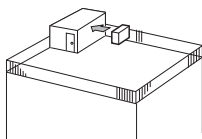

Fig. 2-4
- ① Vind luftutløpet mot nærmeste tilgjengelig vegg, omtrent 35 cm unna vegg. (Fig. 2-4)